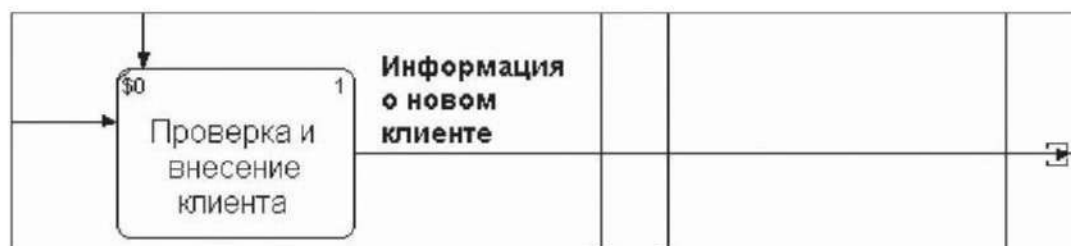

Рис. 16.2. Граничная стрелка «Информация о новом клиенте» на диаграмме A22
6. В случае внесения новых клиентов в работе «Проверка и внесение клиента» на диаграмме A22 «Оформление заказов» информация должна направляться к работе «Привлечение новых клиентов» диаграммы A23 «Исследование рынка». Для этого необходимо использовать инструмент Off-Page Reference. На диаграмме A22 «Оформление заказов» создайте новую граничную стрелку, исходящую от работы «Проверка и внесение клиента», и назовите ее «Информацией о новом клиенте» (рис. 16.2).